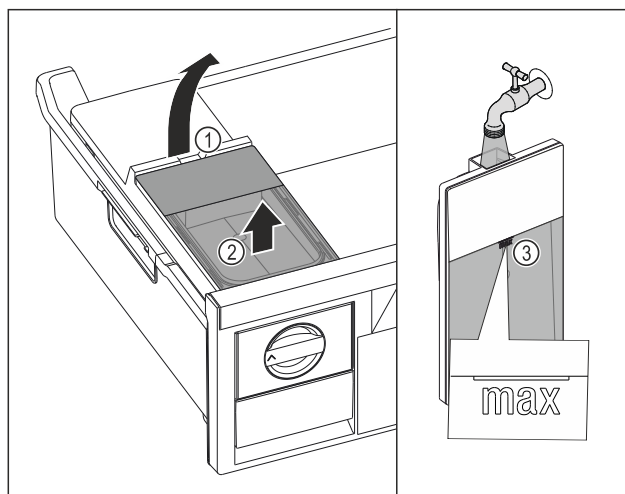

Fig. 164
- Zvedněte nádržku na vodu za vybrání Fig. 164 (1).
- Vyjměte nádržku na vodu nahoru. Fig. 164 (2)
- Naplňte nádržku na vodu pitnou vodou až po značku Fig. 164 (3).